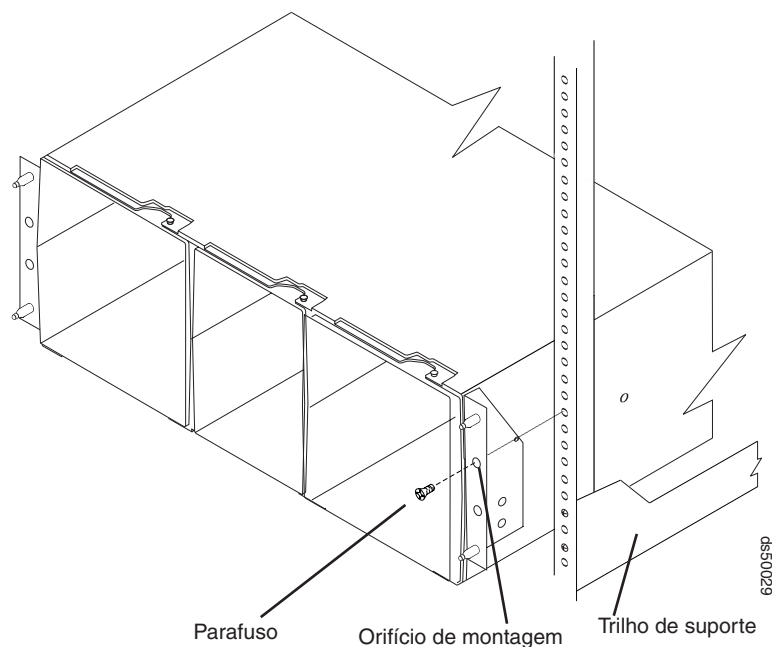

Figura 17. Prendendo o DS5100 e DS5300 no Gabinete do Rack
1. Remova o DS5100 e DS5300 vazio da caixa de remessa e coloque o subsistema de armazenamento no gabinete. A Figura 17 mostra a orientação correta do subsistema de armazenamento vazio em relação ao gabinete e ao trilho de suporte.
2. Prenda o subsistema de armazenamento no gabinete. A Figura 17 mostra como prender o DS5100 e DS5300 nos membros verticais do gabinete.